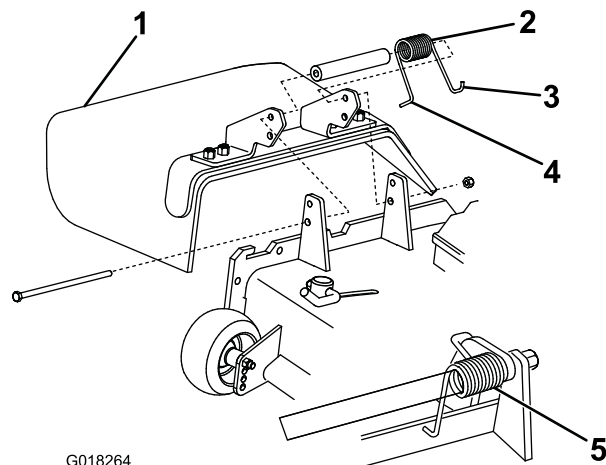

Bild 2
3. Führen Sie das rechte J-Hakenende der Feder um das Ablenkblech (Bild 2).